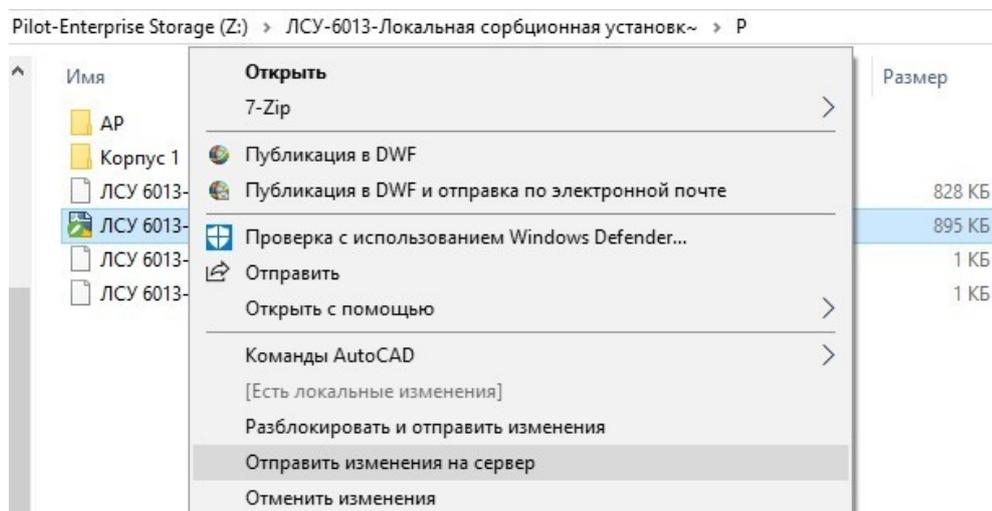

Рис.2.4.1 Отправка изменений на сервер
1. Сохраняем чертеж. Перейдем на Storage и отправим на сервер актуальную версию (рис.2.4.1)